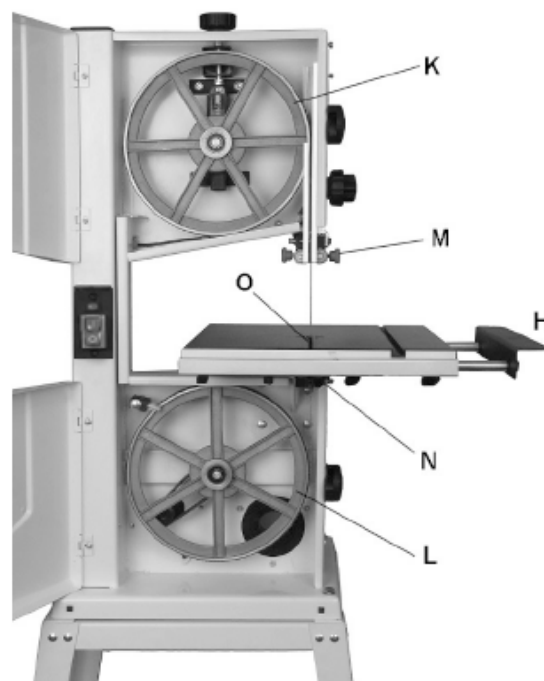
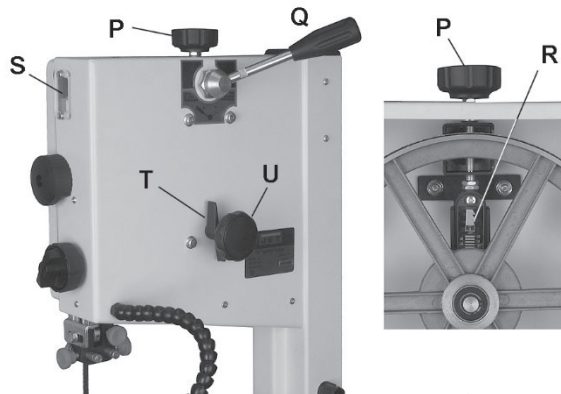

Рисунок 11
Рисунок 12
Установите быстрозатягивающуюся рукоятку в ступицу на задней стороне пилы. (см. Q, рис. 12) и затяните гаечным ключом с плоской стороны вала.
2. Откройте верхнюю и нижнюю дверцы (рис. 11), повернув ручки.
5. Ослабьте натяжение лезвия, переместив рукоятку натяжения (Q, рисунок 12) вправо. Смотрите рисунок 11:
7. Извлеките лезвие из паза (O) в столе.
8. Вставьте новое лезвие в паз стола (O).
11. Зафиксируйте натяжение полотна, переместив рукоятку быстрого натяжения (Q, рис. 12) влево.
Смотрите рисунок 12:
Лезвие должно быть слегка натянуто (см. раздел 9.4) перед регулировкой направления лезвия. Убедитесь, что направляющие лезвия и подшипники (M,N, рис. 11) не мешают лезвию. Если требуется направление лезвия, регулировка направления лезвия описана в разделе 1. 9.7.
1. Откройте верхнюю и нижнюю дверцы. Поверните верхнее колесо вручную вперед и следите за положением лезвия на колесе через окно (S, рисунок 12). Лезвие должно находиться в центре колеса.